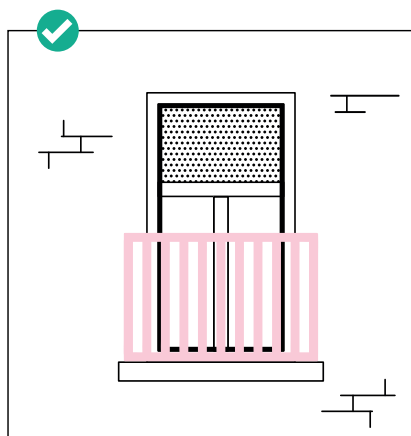

fig. 4 De borstwering is hoog genoeg en de verticale openingen in de borstweringen zijn kleiner dan 11 cm
- Eventuele verticale openingen in de borstweringsen zijn kleiner dan 11 cm, zodat kinderen er met hun hoofd niet in kunnen vastraken. fig. 4